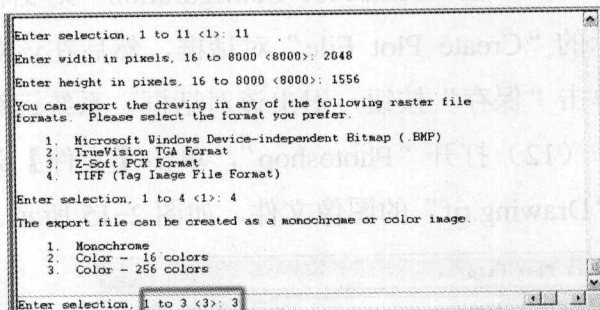

图 2-7
(6) 在下面的提示行中会弹出三种系统提供的输出图像的颜色模式，我们一般选择第三种“Color—256 colors”模式，如图 2-7 所示，在“Enter selection”提示行后输入“3”，然后按【回车】键确定。